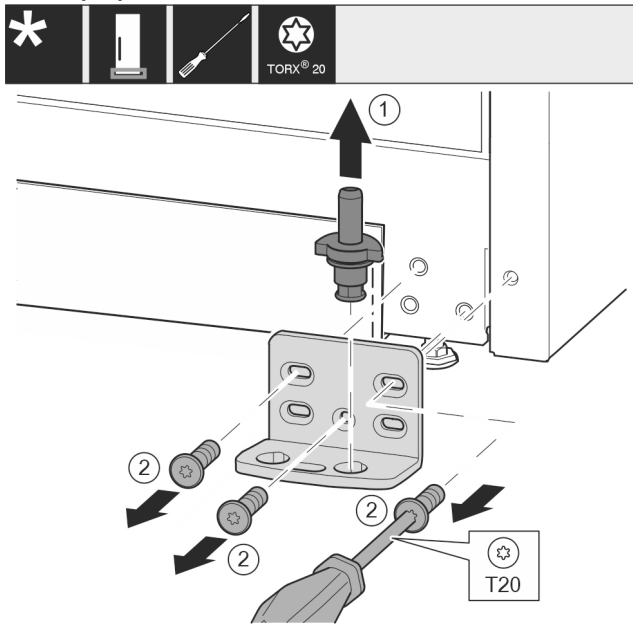

Fig. 12
- ▶ Опорный палец полностью извлеките движением вверх. Fig. 12 (1)
- ▶ Открутите винты отверткой T20 и снимите опорный кронштейн. Fig. 12 (2)